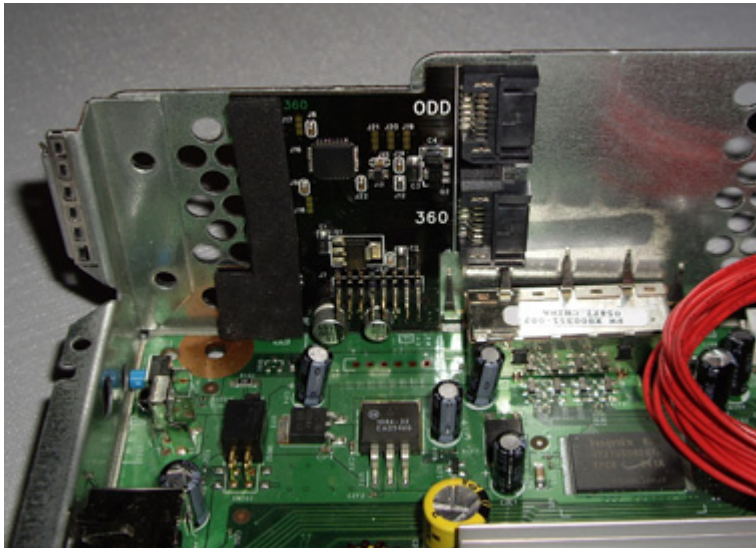
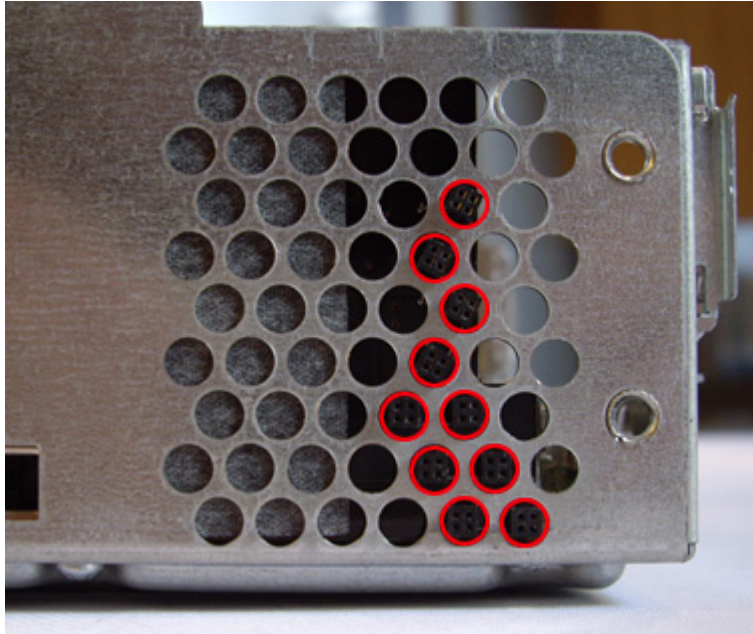

Imagen 3C
Imagen 3D
8. Colocamos el DSE tal y como se ve en la imagen 3C teniendo en cuenta que los conectores que se muestran en la imagen 3D queden bien situados.